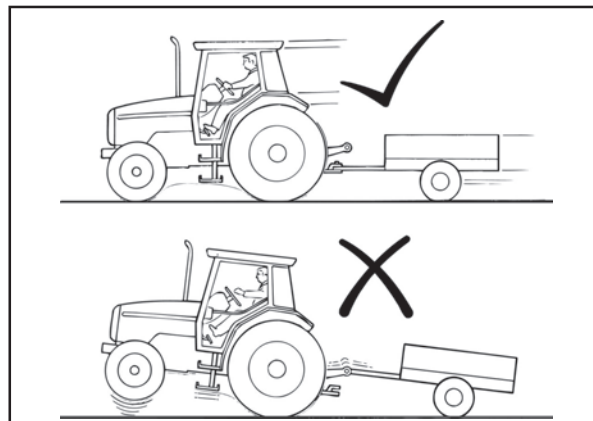

Fig. 18
- Traccione implementos solamente por medio de la barra de tiro. Remolcar por acoplado a otros lugares podrá hacer volcar el tractor (Fig. 18).